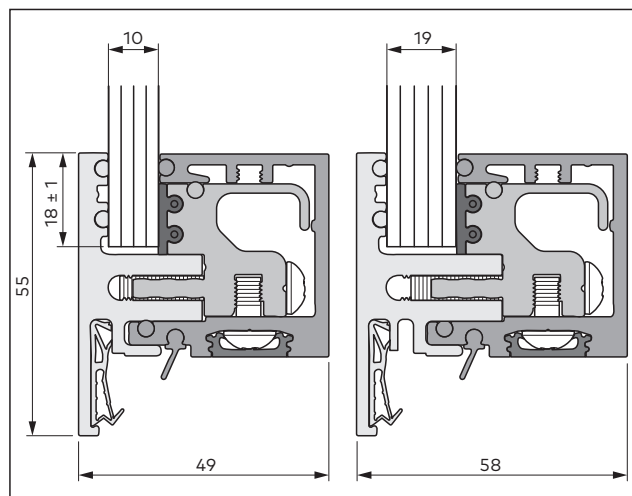

Abb. 11 Abmessungen der montierten Zarge bei verschieden-dicken Seitenteilen
- Glasüberstand in der Zarge 18 mm  $\pm$  1 mm (Abb. 11)